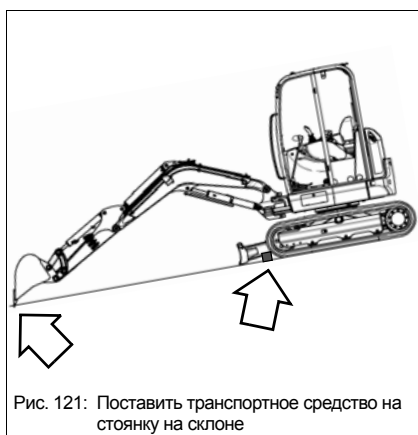

Рис. 121: Поставить транспортное средство на стоянку на склоне
- Предусмотреть для цепей ходового механизма соответствующие защитные приспособления (например противооткатные упоры, колодки), как это показано на Рис. 121.